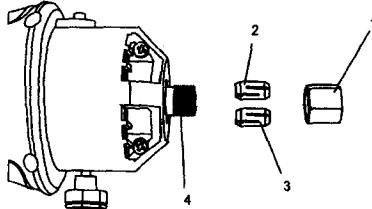

Fig. 3
Las brocas para esta herramienta quedan fijas por medio de la tuerca del mandril de pinza (1) y del mandril de pinza (ver la fig. 3). La herramienta viene de fábrica con un mandril de pinza de $\frac{1}{8}$ " (2) que se usa para sostener la broca . Un mandril de pinza adicional de $\frac{1}{4}$ " (3) viene incluido para sostener las brocas PEQUEÑAS con vástago de $\frac{1}{4}$ ".